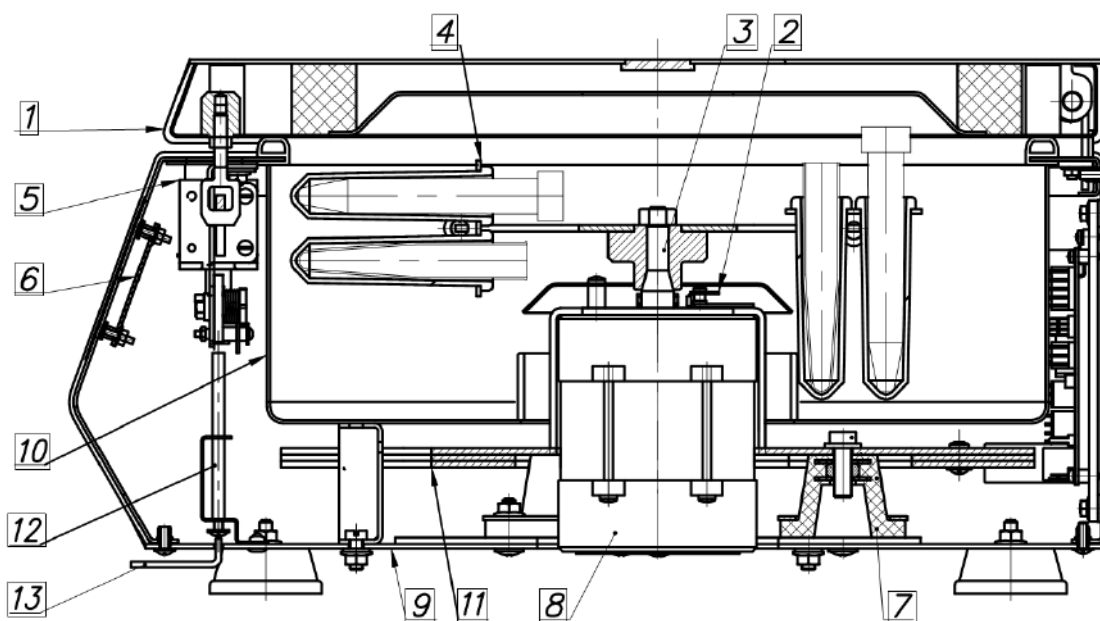
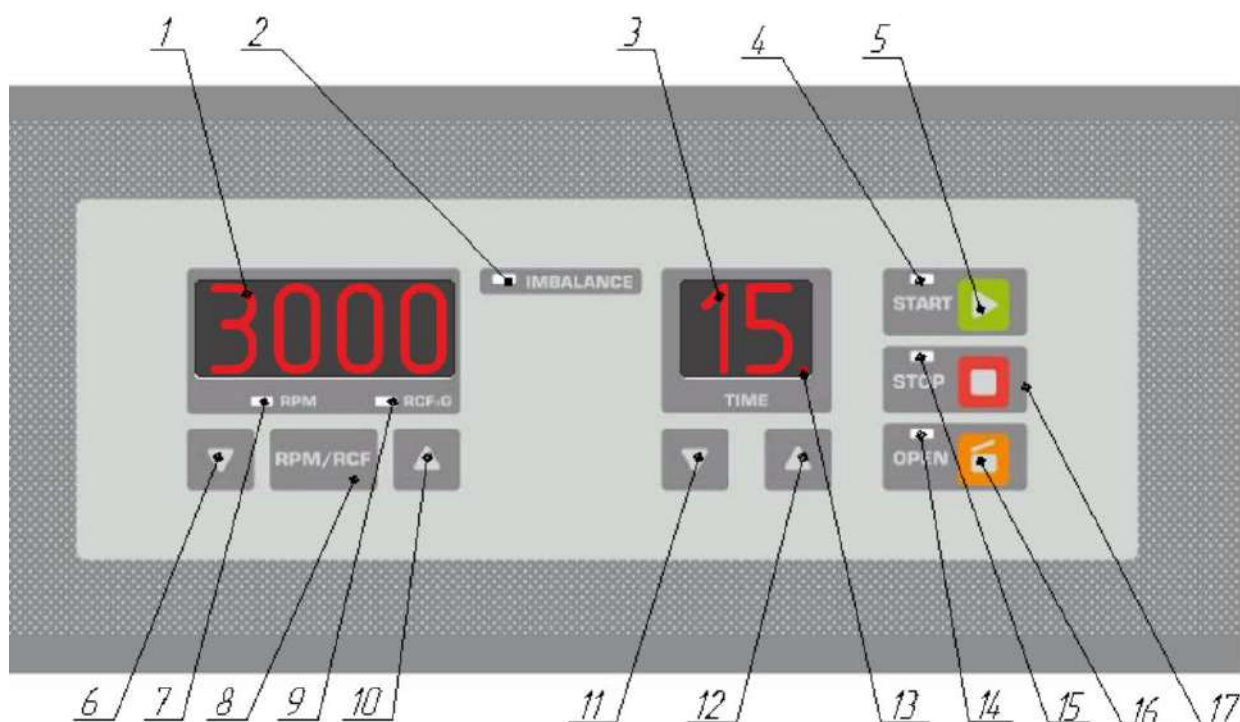

Рис.4 Устройство центрифуг Liston C 2201, Liston C 2202, Liston C 2203 (изображение устройства условное, без учета различий центрифуг)
Рис.5 Панель управления центрифугами Liston C 2201, Liston C 2202, Liston C 2203
(Рис.4 поз.13), на толкатель (Рис.4 поз.12 – для центрифуг Liston C 2201, Liston C 2202), либо через 2 отверстия, расположенных с боков
- Включите центрифугу переключив сетевой выключатель, расположенный сзади справа в положение ON (I). при этом загорятся цифровые индикаторы поз.1 и поз.3 и индикатор режима «STOP» поз. 15. (Рис. 5)
- Для открытия крышки нажмите кнопку «OPEN» (поз. 16, рис.5). Загорится соответствующий индикатор (поз. 14 рис.5). **При экстренной необходимости или при отсутствии напряжения в сети – откройте центрифугу согласно порядку действий описанному в п.3.1 настоящего**
- Для установки скорости вращения выберите единицы измерения скорости (селектор RPM/RCF – поз. 8 рис.5). Выбранный режим отобразится на соответствующем индикаторе поз. 7 (Рис.5) – RPM (обороты в минуту) или поз. 9 – RCF (единицы относительного центробежного ускорения).
Установите требуемую скорость вращения используя кнопку Поз.6 (рис.5) и кнопку Поз.10 (рис.5) для уменьшения и увеличения значения соответственно. Если зажать кнопки регулировки скорости более чем на 3 сек. изменения ускорятся.
- Для установки времени центрифугирования используйте кнопку Поз.11 (рис.5) и кнопку Поз.12 (рис.5) для уменьшения и увеличения значения соответственно. Если зажать кнопки регулировки скорости более чем на 3 сек. изменения ускорятся.
- Чтобы закрыть крышку центрифуги нажмите на нее над «язычком(ами)» электрозамка с небольшим усилием до «щелчка». Когда центрифуга закроется соответствующий индикатор OPEN (поз.14 рис. 5) потухнет.
- Для запуска вращения нажмите кнопку «START» (поз.5 рис.4). В момент старта потухнет индикатор «STOP» (поз. 15 рис.5) и загорится индикатор «START» (поз. 4 рис.5). Ротор начнет плавный разгон до установленной скорости. Текущая скорость вращения будет отображаться на индикаторе
скорости (поз.1 рис.5), а оставшееся время вращения на индикаторе времени поз.3 (рис.5). Обратите внимание, что кратковременные скачки скорости (+/- 200 об/мин) после набора центрифугой заданной скорости – это нормальная ситуация, связанная особенностями поддержания установленной скорости вращения.
- Когда установленное время центрифугирования истечет, ротор начнет плавное торможение до полной остановки. Во время торможения индикатор «STOP» (поз.15 рис.5) будет мигать. После полной остановки ротора прозвучит трехкратный звуковой сигнал, крышка автоматически откроется, индикатор «STOP» (поз.15 рис.5) загорится в постоянном режиме, а индикаторы скорости и времени отобразят предыдущий установленный режим центрифугирования.
- Центрифуги Liston C 2201, Liston C 2202 and Liston C 2203 могут работать в режиме прямого (а не обратного) отсчета времени. Для работы в данном режиме установите время центрифугирования на 0 и нажмите кнопку «START» (поз. 4 рис.5). Процесс центрифугирования будет продолжаться до 100 мин. или до нажатия кнопки «STOP» (поз.15 рис.5). При работе в режиме прямого отсчета времени будет гореть индикатор в виде точки (поз. 13 рис.5)
**- В случае срабатывания аварийной остановки центрифуги при превышении вибраций ротора допустимых пределов (дисбаланс ротора) загорится индикатор «IMBALANCE» (поз.2 рис.5), индикатор «STOP» (поз.15 рис.5) начнет мигать и прозвучит трехкратный звуковой сигнал, после этого индикатор «STOP» (поз.15 рис.5) начнет гореть в постоянном режиме и центрифуга экстренно остановится. После аварийной остановки центрифуги – крышка НЕ откроется автоматически. Для открытия крышки нажмите кнопку «OPEN» (поз.16 рис.5). Прежде чем запускать центрифугу снова, убедитесь, что ротор установлен загружен согласно п.3.3 настоящего руководства.**